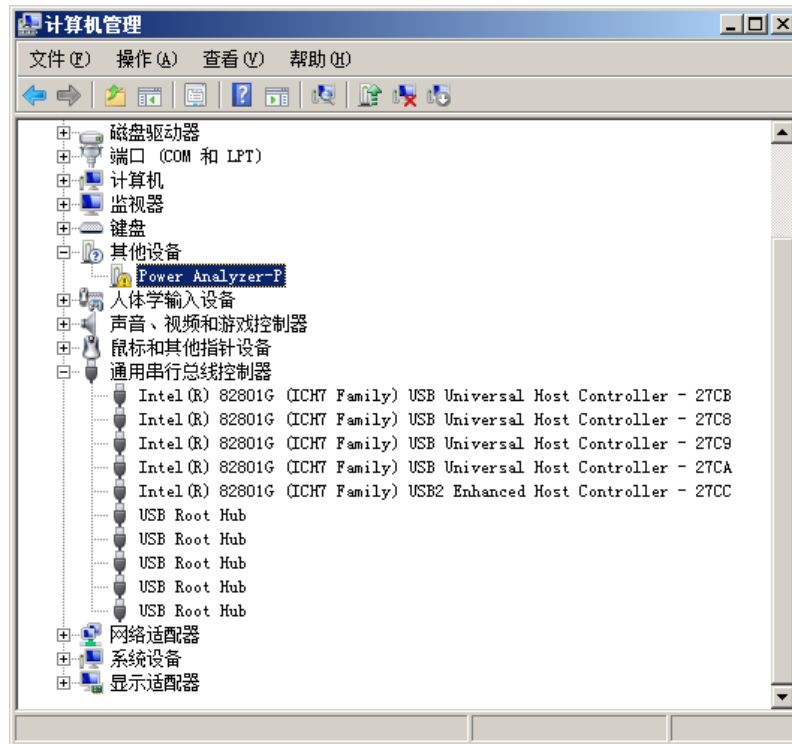

图 2.11 出现新的 USB 设置
1. 第一次将 PA 功率分析仪连接到 PC 机，设备管理器中会出现带黄色“！”或“？”Power Analyzer-P USB 新设备（XP 是“？”、Win7 是“！”），如图 2.11。